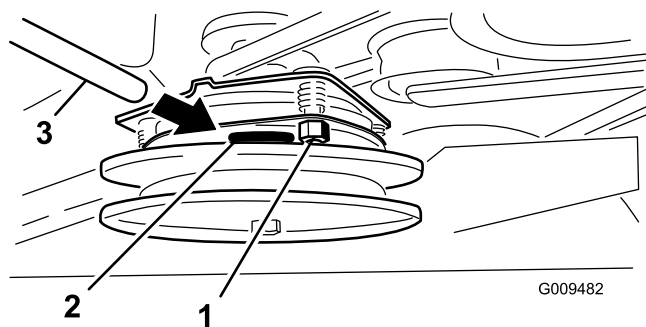

Figura 59
3. Apriete las contratuercas que empiece notar una ligera fricción en la galga, pero dejando que ésta se mueva con facilidad en el entrehierro (**Figura 59**).